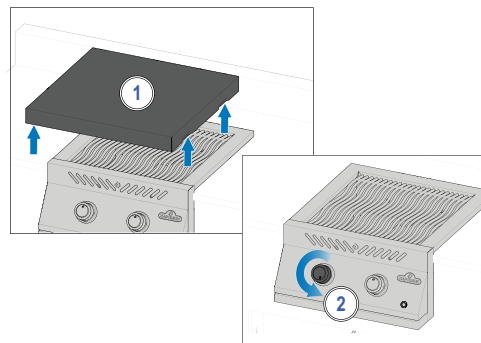

Fig. 2
4. Hvis brenneren ikke tenner - vri brennerkontrollknotten med klokken til AV-posisjon. Vent 5 minutter. Gjenta trinn 2 og 3. (**Fig. 2**).